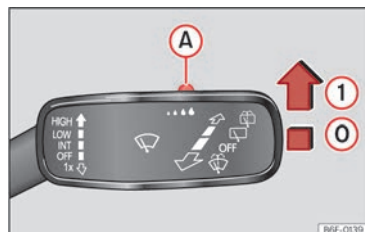

Abb. 109 Scheibenwischerhebel: Regensensor (A) einstellen.
»» (Abb. 109).
- ① Regensensor deaktiviert.
- ① Regensensor aktiv – automatisches Wischen bei Bedarf.
Nach dem Aus- und Wiedereinschalten der Zündung bleibt der Regensensor aktiviert und funktioniert wieder, wenn der Scheibenwischerhebel in der Position »» (Abb. 109) ① steht und schneller als 16 km/h (10 mph) gefahren wird.